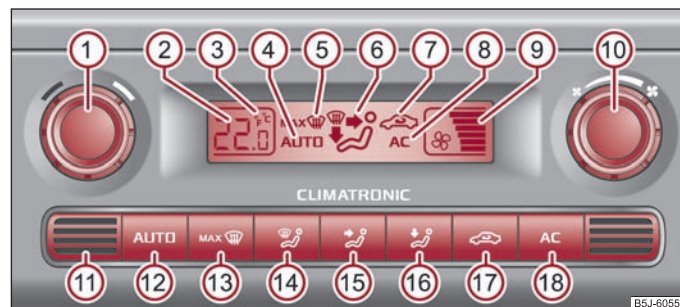

Fig. 92 Climatronic: Eléments de commande
- Appuyez sur la touche **AUTO** ⇒ fig. 92.
Appuyez simultanément sur les touches **AUTO** et **AC** ⇒ fig. 92 et maintenez-les enfoncées. L'écran affiche les chiffres conformément à l'unité de mesure de température désirée.
- Appuyez sur la touche **MAX** ⇒ page 88, fig. 92.
- Faites tourner le régulateur ⑩ ⇒ page 88, fig. 92 à gauche (diminution de la vitesse du ventilateur) ou à droite (augmentation de la vitesse du ventilateur).